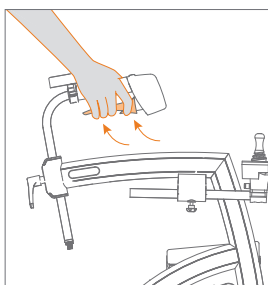

Figure 67: Appliquer le frein de stationnement.
- c. Voulez-vous utiliser le frein de stationnement pour empêcher le rollator de rouler ? Serrez d'abord les poignées de frein et, simultanément, serrez les leviers du frein de stationnement. Ensuite, relâchez les freins. Votre rollator est maintenant en position de stationnement (**Figure 67**).